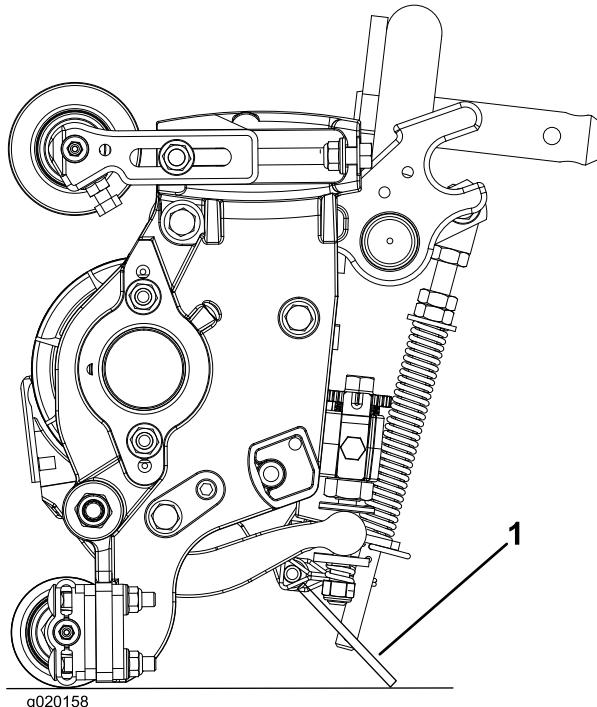

Figure 12
**Important:** Vérifiez que les écrous à l'arrière des vis de réglage de la barre d'appui ne reposent pas sur la surface de travail (Figure 12).